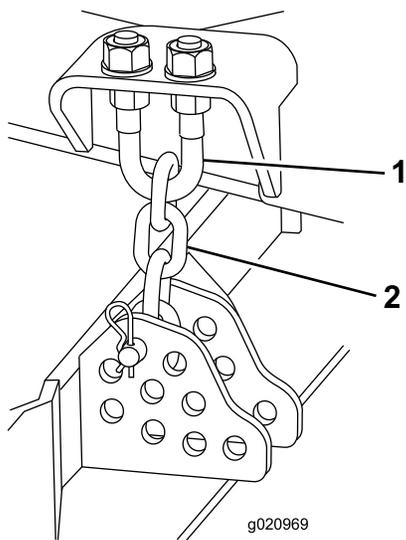

Figura 108
4. Togliete la coppiglia e il perno con testa che fissano le catene dell'altezza di taglio sul retro del piatto di taglio (Figura 108).